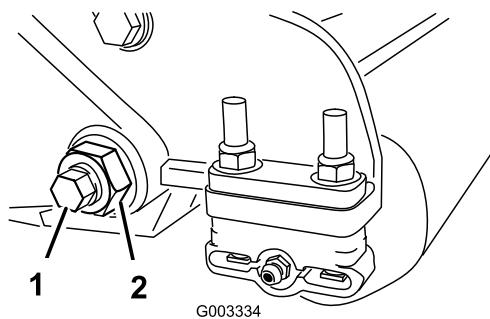
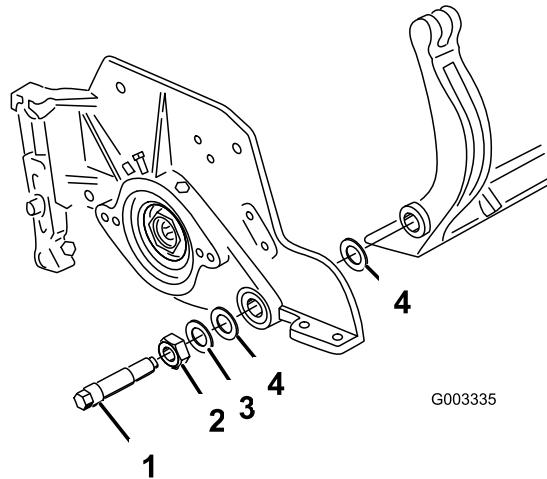

Figure 33
Figure 34
3. De chaque côté de la machine, desserrez le contre-écrou de fixation du boulon de la barre d'appui (Figure 33).
4. Retirez les boulons de la barre d'appui de façon à pouvoir abaisser la barre et la déposer de la machine (Figure 33). Mettez de côté les 2 rondelles en nylon et la rondelle en acier estampé situées de chaque côté de la barre d'appui (Figure 34).
2. Fixez la barre d'appui sur chaque plaque latérale avec les boulons (munis d'écrous) et 6 rondelles. Une rondelle en nylon doit être placée de chaque côté du bossage de la plaque latérale. Placez une rondelle en acier à l'extérieur de chaque rondelle en nylon (Figure 34). Serrez les boulons de la barre d'appui à 37–45 Nm. Serrez les contre-écrous jusqu'à ce que les rondelles en acier extérieures cessent de tourner et qu'il n'y ait plus de jeu axial ; toutefois, ne serrez pas excessivement et ne fléchissez pas les plaques latérales. Les rondelles peuvent présenter un espace à l'intérieur.